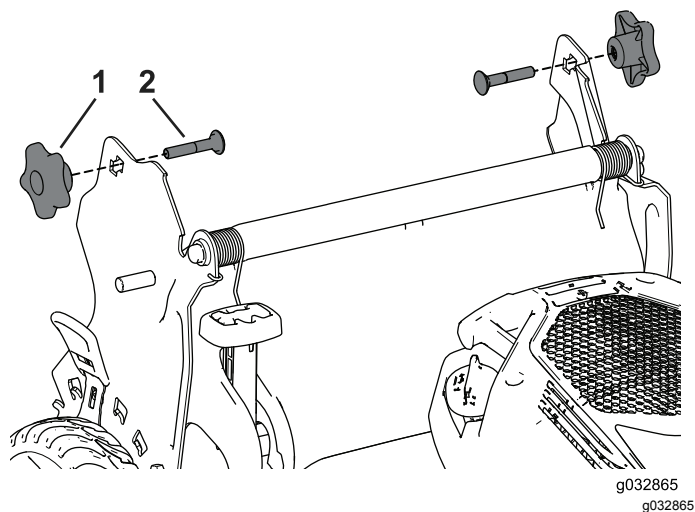

Bild 26
3. Führen Sie die Schlossschraube (mit dem Schraubenkopf nach innen zeigend) durch die Holmhalterung und das obere Loch im Holmende. Stellen Sie sicher, dass jede eckige Schlossschraube richtig in der dazugehörigen oberen oder unteren viereckigen Öffnung der jeweiligen Holmhalterung sitzt (Bild 26).